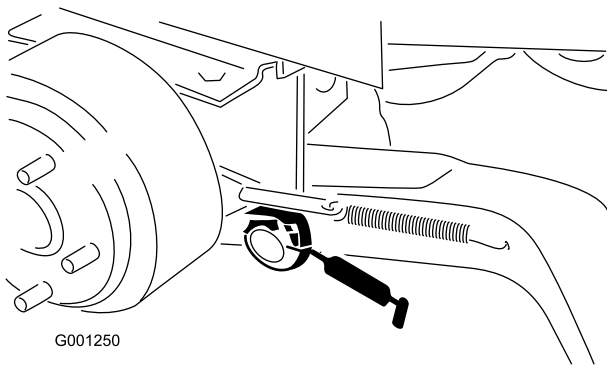

Figura 40
- Casquillos de pivote de los brazos de elevación (Figura 40)